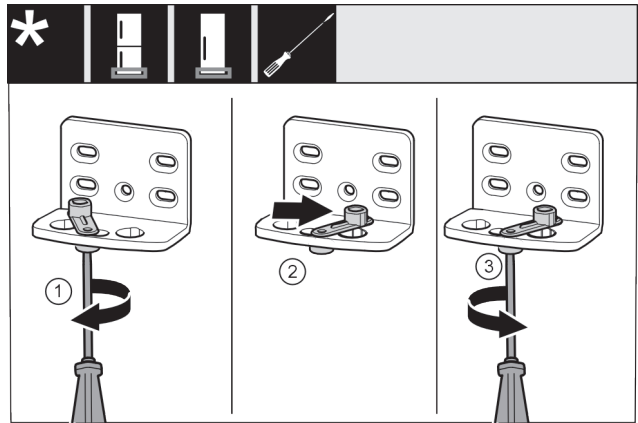

Fig. 41 *
- Lironi plotësisht vidën Fig. 41 (1) me një kaçavidë.*
- Ngrini lart ndihmën e mbylljes së derës Fig. 41 (2) dhe rrotullojeni brenda vrimës me 90° nga e djathta.*
- Mbërtheni fort vidën Fig. 41 (3) me kaçavidë.*